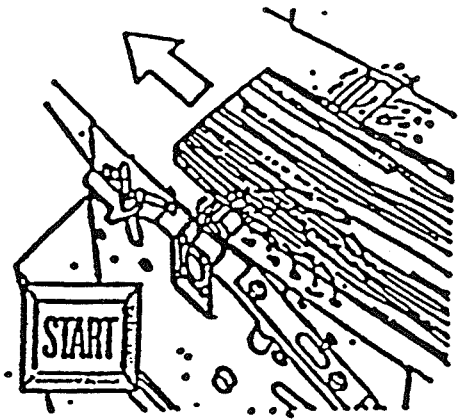

fig. 3
- mettre en route. Le blocage définitif aura lieu lors du travail d'un bois. Voir fig. 3
placer la surface creuse de la pièce sur la table fig. 3.
Das Werkstück mit seiner Hohlseite auf den Aufgabetisch legen (siehe Bild 3). Für das Feinhobeln die Spanabnahme auf ein Minimum reduzieren. Das Werkstück sollte auf Fremdkörper (Nägel, Steine usw.) untersucht worden sein und diese sollten entfernt werden vor der Bearbeitung. Ein gleichmäßiger Bewegungsablauf beim führen des Werkstückes verhindert Unebenheiten in der gehobelten Fläche.
Nie mit den Fingern über die Kanten des Werkstückes greifen. Die Hände immer auf dem Werkstück halten (siehe Bild 3+4).